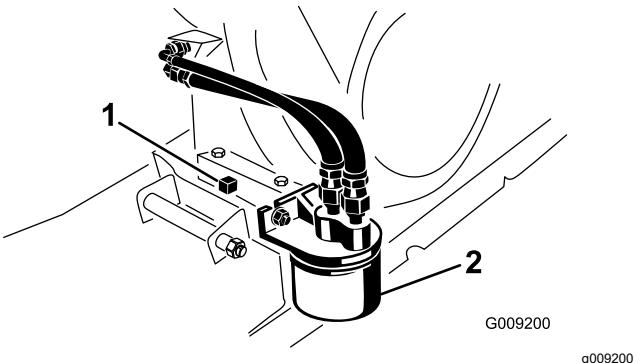

Figure 36
7. Placez un bac de vidange sous le bouchon de vidange (Figure 36).
8. Enlevez le bouchon de vidange et le joint (Figure 36).
2. Déposez le filtre à huile (Figure 36).
4. Vissez le filtre neuf sur l'adaptateur jusqu'à ce que le joint touche la plaque de montage, puis serrez-le de 1/2 à 3/4 de tour supplémentaire (Figure 36).